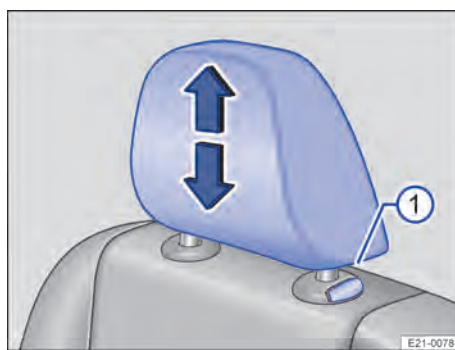
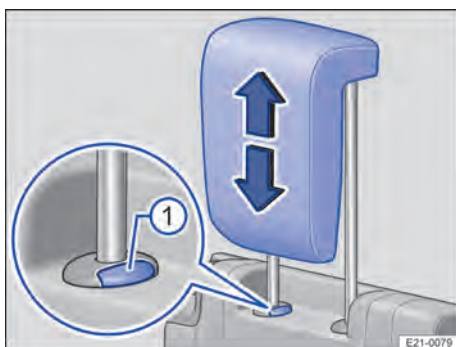

Fig. 78 Deuxième rangée de sièges : Dépose de l'appuie-tête
Fig. 79 Troisième rangée de sièges : Dépose de l'appuie-tête
- Retirez entièrement l'appuie-tête en appuyant sur la touche → fig. 78 ① ou → fig. 79 ①.